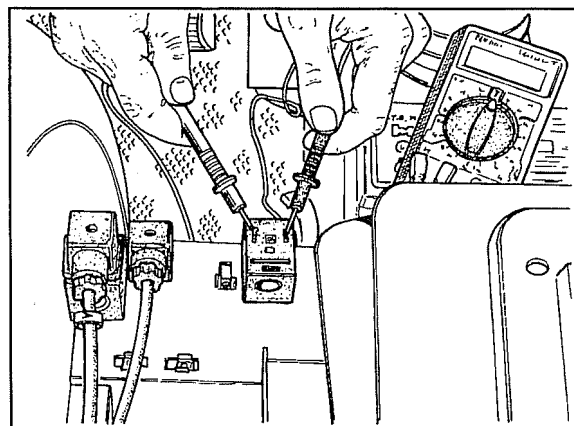

Fig. 4
- 5 Quand vous avez 12 V sur la fiche, faites la mesure de la valeur de résistance de la bobine de l'électrovanne des 4RM, voir fig. 4.
18 Avec un tester contrôler la valeur de résistance de la bobine, d'une façon analogue à la bobine de l'électrovanne des 4RM illustrée dans la fig.4.